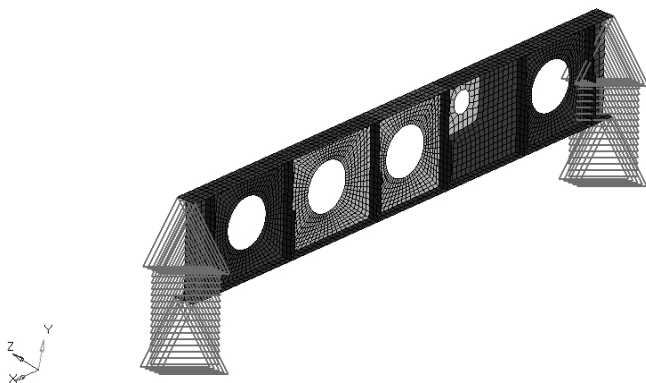

图 7-55 创建名为 SPC 的 Load Collector
(2) 创建名为 SPC 的 Load Collector，其 Card Image 选择为 None。然后约束模型两个端面所有节点，如图 7-55 所示。